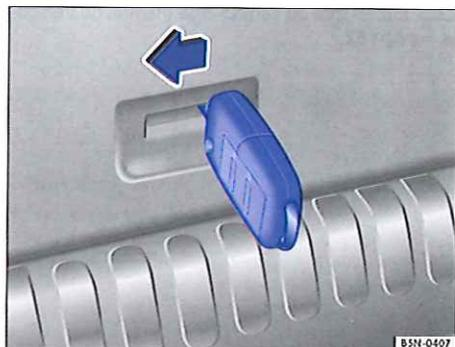

Fig. 213 Déverrouillage d'urgence du hayon : depuis le coffre à bagages avec la clé du véhicule.
- Faites passer le panneton de la clé du véhicule dans l'ouverture du revêtement de hayon et appuyez dans le sens de la flèche ⇒ fig. 213 pour déverrouiller le hayon.